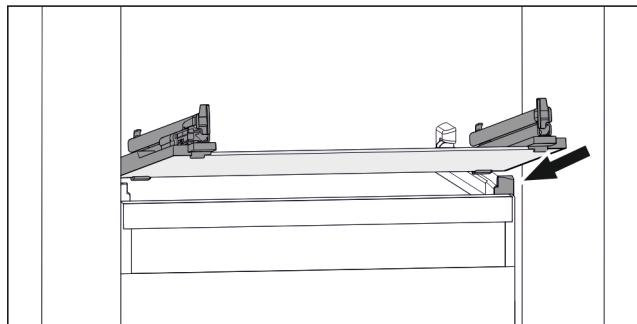

Fig. 75 Приблизне відображення скляної пластини
- Встановити скляну пластину за стопорами навскоси. (див. Fig. 75)